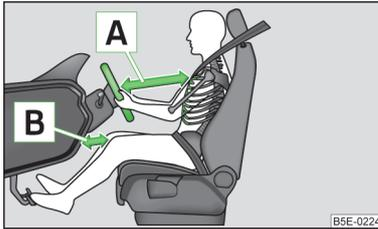

Abb. 116
- Das Lenkrad so einstellen, dass der Abstand zwischen Lenkrad und Brustbein mindestens 25 cm beträgt [A] » Abb. 116. Den Abstand der Beine zur Schalttafel im Bereich des Knieairbags so einstellen, dass dieser mindestens 10 cm beträgt [B]. Wenn Sie den Mindestabstand nicht einhalten, kann Sie das Airbag-System nicht schützen - Lebensgefahr!